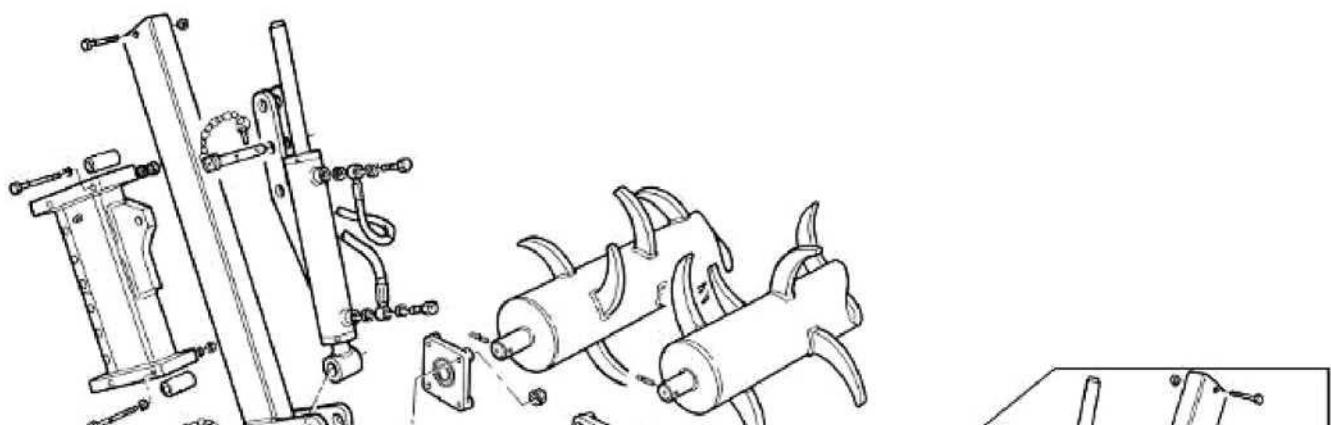

*Рисунок 2.*
- Смонтируйте стойки (1) на кронштейны (2) при помощи крепежного болта (3) и срезного болта (4) (рис. 1) (рис. 2).